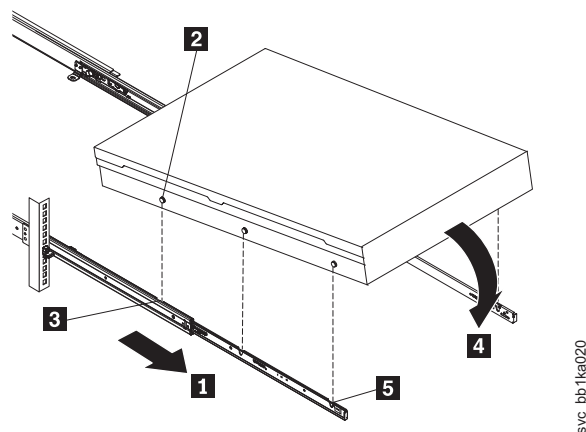

Figura 51. Instalando um nó 2145-CG8 ou 2145-CF8 nos trilhos deslizantes do rack
- a. Puxe os trilhos deslizantes para frente (**1** na Figura 51) até que eles se encaixem com um clique duplo.